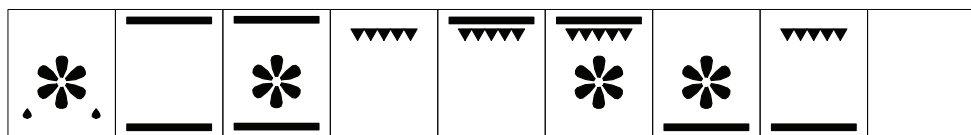

Fig. 5 : Mode de fonction du four
- En mode de veille, basculez entre les différentes fonctions en tournant le bouton de programmation ⑤ pour sélectionner la fonction. Reportez-vous à la Fig. 5 pour voir l'ordre des fonctions. (Pas de défilement en boucle, la fonction du four mémorisera la dernière sélection.)